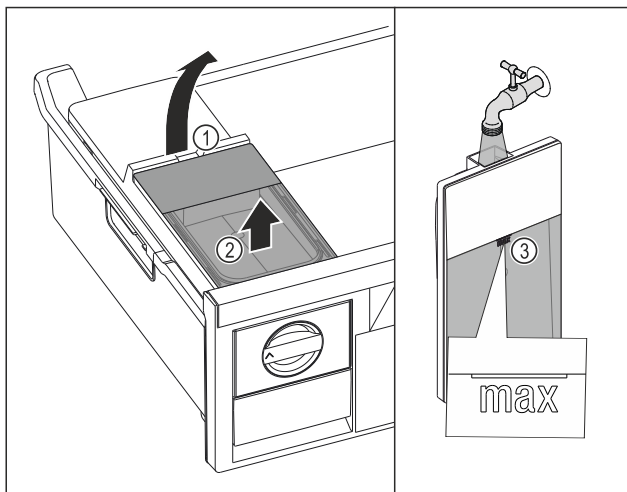

Fig. 42
- Поднимите бак для воды за выемку Fig. 42 (1).
- Извлеките бак для воды движением вверх. Fig. 42 (2)
- Наполните бак для воды питьевой водой до отметки Fig. 42 (3).